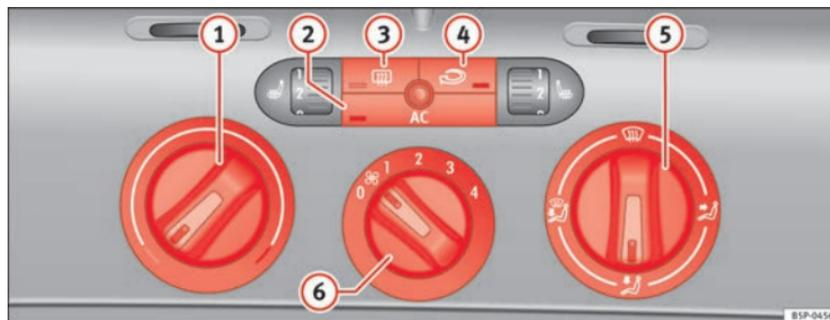

Fig. 127 Sur la planche de bord : éléments de commande du Climatic
- Tournez le régulateur de température ⇒ fig. 127 ① vers la droite pour sélectionner la puissance calorifique souhaitée.